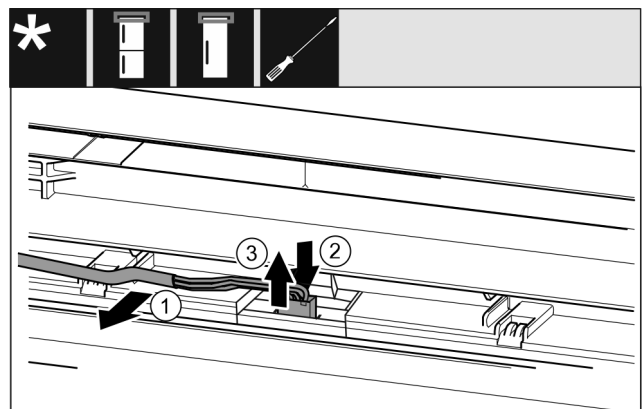

Fig. 18
- ▶ Sortir délicatement le câble gris du guide dans la porte. *Fig. 18 (1)*
- ▶ Pousser vers l'arrière la languette située derrière la prise. *Fig. 18 (2)*
- ▶ Tirer soigneusement la prise vers le haut. *Fig. 18 (3)*